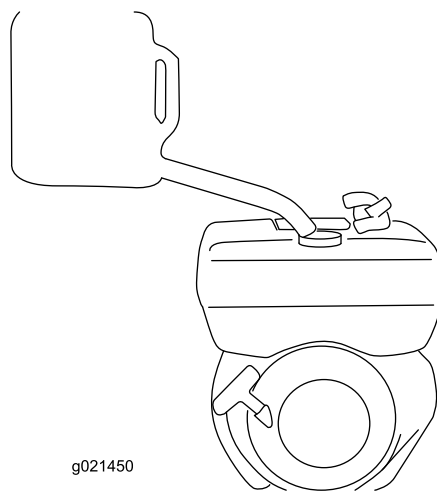

Figure 10
4. Ajoutez du carburant diesel dans le réservoir de carburant (Figure 10).